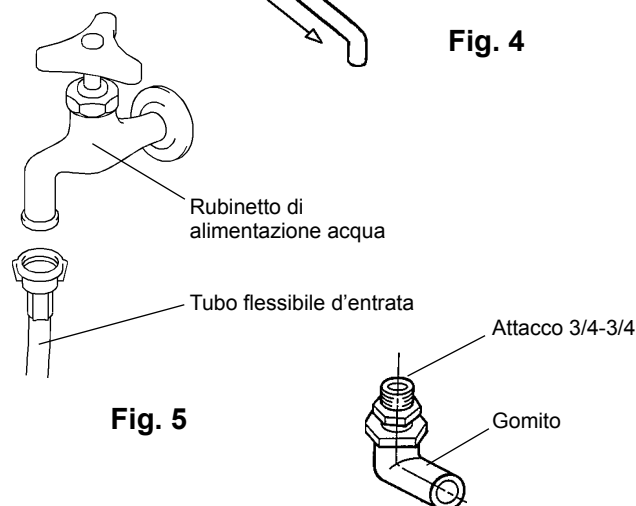

Fig. 5
- 2) Collegare l'altra estremità del flessibile al rubinetto dell'acqua (Fig. 5), accertandosi che la guarnizione sia correttamente posizionata prima di avvitare la guarnizione. Si consiglia di tenere una valvola d'arresto a portata di mano.